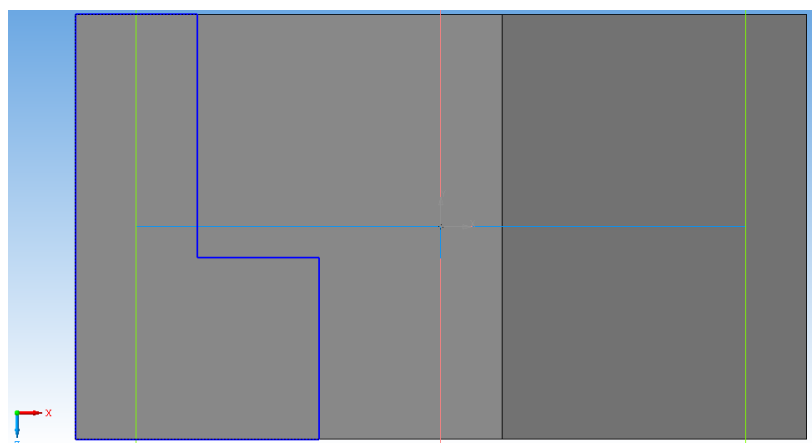

Рисунок 13.25 – Создание контура фигуры
12. Обведите контур согласно рисунку (рисунок 13.25).